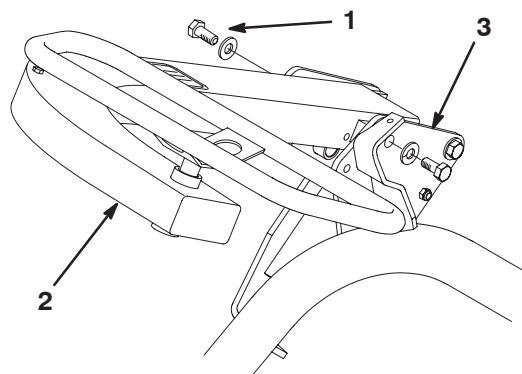

Figure 7
3. Sélectionnez le trou de montage voulu pour le confort de l'utilisateur et fixez le bras avec les 2 vis d'assemblage (1/2 x 3/4 pouce) et rondelles (1/2 pouce) (une de chaque dans les pièces détachées) (Fig. 7).